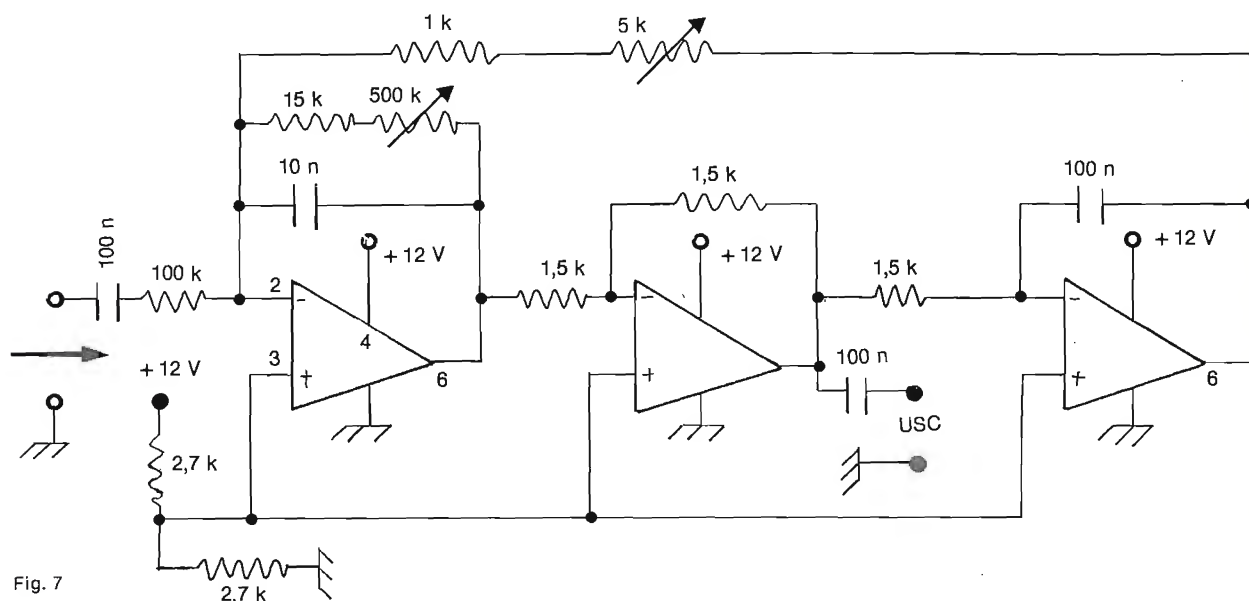

Fig. 7
Fig. 7 - Variante al circuito di figura 6 per alimentazione col negativo a massa, anziché *flottante* come in quello schema ed in tutti i precedenti. Al punto (X) si ricava una polarizzazione per il piedino (3) che contrariamente alle consuetudini non va a massa; con questo artificio il piedino (3) è più positivo del (4) solitamente connesso al polo negativo.